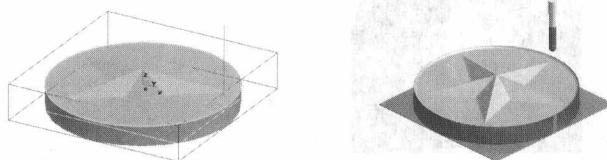

图 1-27 等高线精加工刀具轨迹及仿真结果
2) 单击“确定”按钮，依次拾取五角星实体为加工对象，外部的圆为加工边界。单击鼠标右键，系统计算并显示等高线精加工轨迹，如图 1-27 所示。